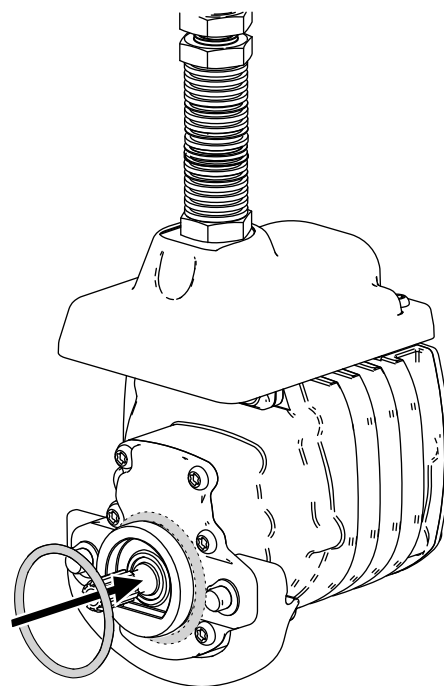

Figura 10
3. Instale um anel de retenção em cada motor do cilindro como se mostra na Figura 10.